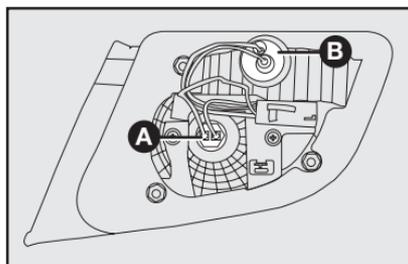

fig. 50
A-fig. 50: Luz de posición trasera.
B-fig. 50: Luz de marcha atrás.
2) Para sustituir la lámpara de la luz de posición, tire del portalámpara **A-fig. 50** y quite la lámpara fijada a presión. En seguida, sustituya la lámpara y recoleque el portalámpara.
3) Para sustituir la lámpara de la luz de marcha atrás, gire en sentido antihorario el portalámpara **B-fig. 50** y quite la lámpara fijada a presión. Enseguida, sustituya la lámpara y recoleque el portalámpara, girándolo en sentido horario.
Para sustituir una lámpara del grupo de luces traseras de la carrocería **B-fig. 50**, es necesario: